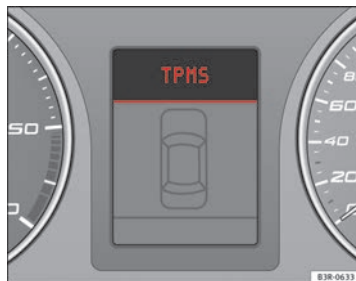
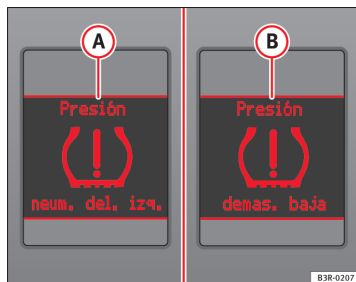

Fig. 45 Pantalla: avería del sistema
Fig. 46 Pantalla: aviso con texto de advertencia ►
El testigo amarillo (L) luce permanentemente si el sistema está averiado o si la presión de inflado es demasiado baja por lo menos en una de los neumáticos. En caso de avería del sistema se activa la indicación TPMS en la pantalla central del cuadro de instrumentos ⇒ fig. 45. En caso de que se produzca una pérdida de presión de los neumáticos de forma rápida, en la pantalla central del cuadro de instrumentos, se activa el mensaje (A) ⇒ fig. 46. Si la pérdida de presión se produce de forma lenta, en la pantalla central del cuadro de instrumentos, se activa el mensaje (B) ⇒ fig. 46. En este mensaje no se especifica el neumático afectado. Si le ocurre algunas de estas indicaciones: